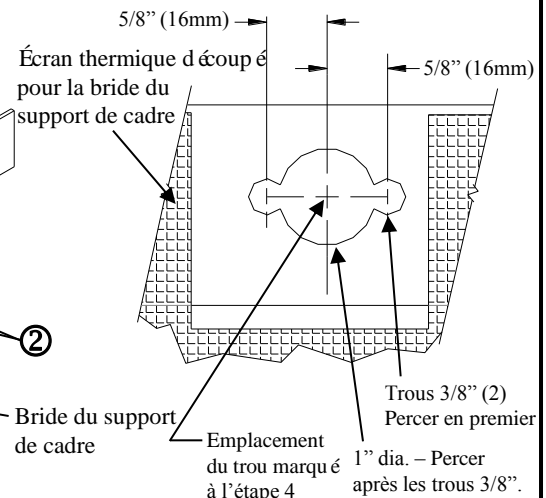

Figure 2
①	Qté (2)	Boulon hexagonal – 1/2-13 x 1.50 GR5	④	Qté (2)	Bloc - 1/4 x 1 x 3 (trou carré)
②	Qté (4)	Bloc – 1/4 x 1 x 2	⑤	Qté (4)	Rondelle frein – 1/2"
③	Qté (2)	Boulon de carrosserie – 1/2-13 x 1.75 GR5	⑥	Qté (4)	Écrou hexagonal – 1/2-13
1. Abaisser le support d'échappement côté passager en ôtant les deux (2) boulons qui fixent la ferrure du support d'échappement au cadre. Conserver les boulons en vue de la réinstallation.
5. Abaisser l'attelage. Percer des trous d'accès dans les longerons aux endroits marqués à l'étape 4 (voir la figure 2).